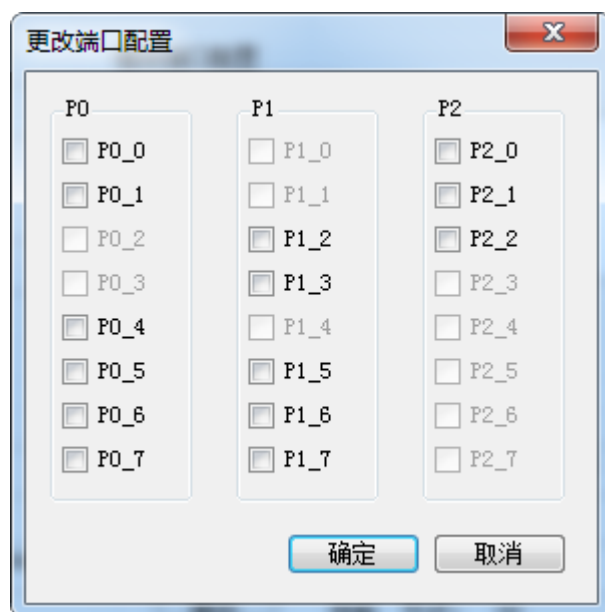

图 9 更改端口配置
- 点击图 8 中的模块端口配置栏中的**设置 (OK)**按钮。点击之后，便会弹出更改端口配置对话框。如图 9 所示。